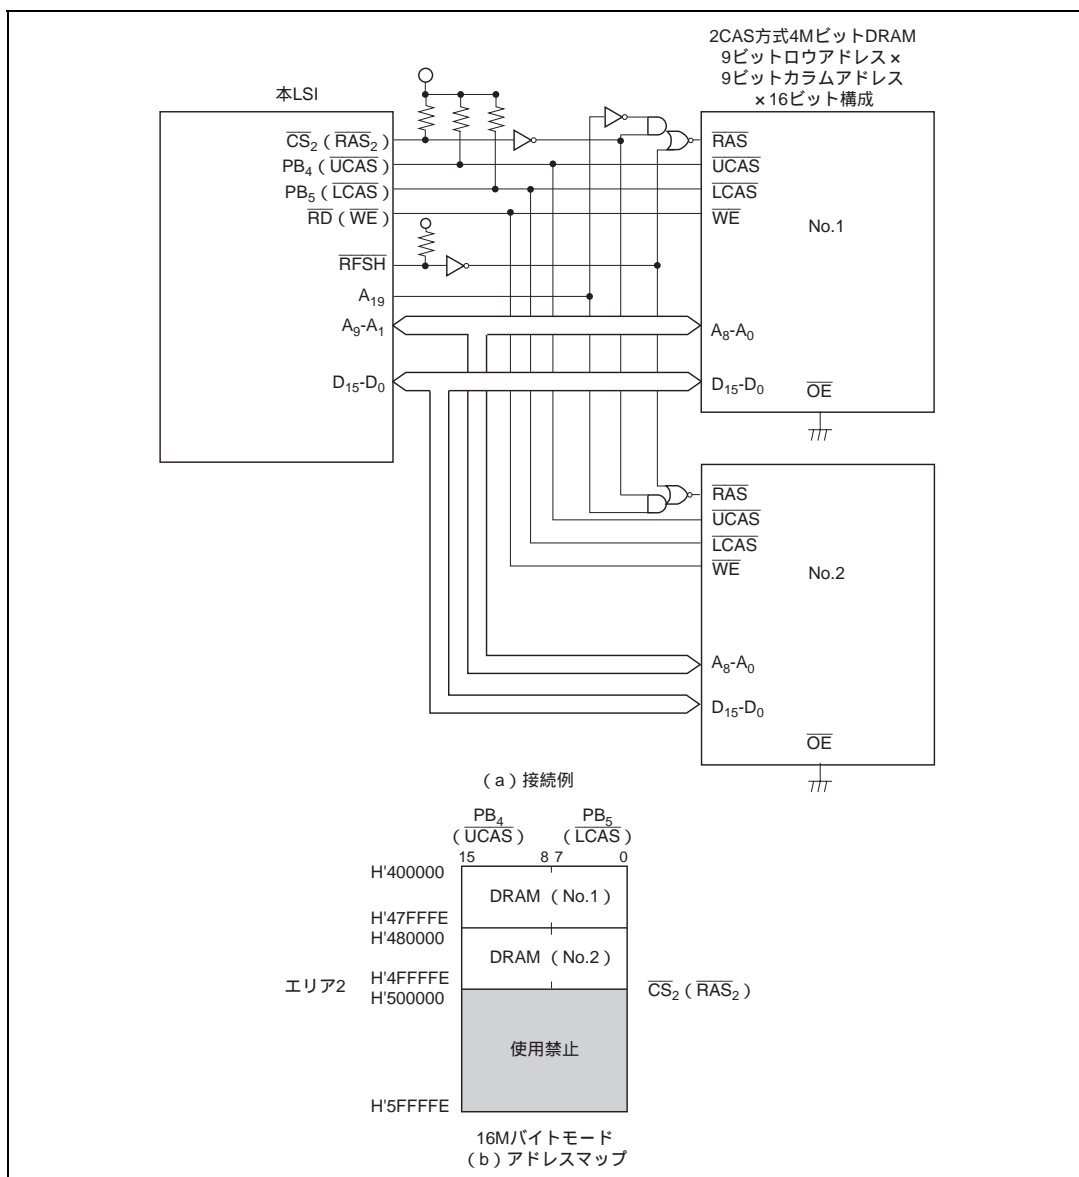

図 6.33 ×16 ビット構成 (2CAS 方式) の 4M ビット DRAM の接続例とアドレスマップ
- (3) 図6.33に4MビットDRAMを2個使用する場合の接続例とそのアドレスマップを示します。9ビットロウアドレス×9ビットコラムアドレスのタイプのものを使用しています。本例では上位アドレスをデコードすることにより、複数のDRAMを一つのエリアに接続しています。この場合、すべてのDRAMを同時にリフレッシュする必要があるため、 $\overline{\text{RFSH}}$ 端子を使用します。